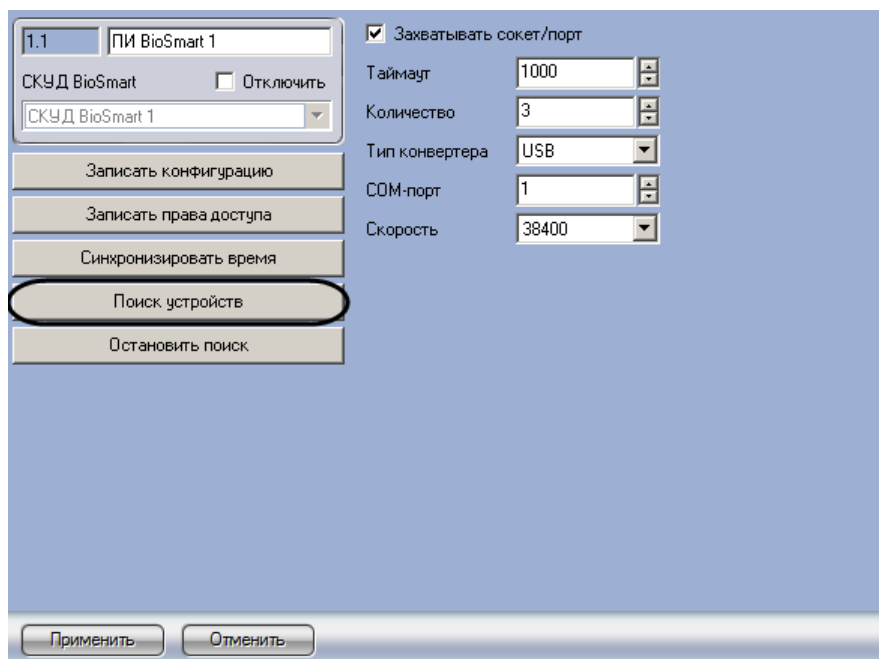

Рис. 3.4—1 Построение дерева объектов
1. Перейти на панель настроек объекта **ПИ BioSmart**, соответствующего преобразователю интерфейсов, через который к Серверу подключены контроллеры *BioSmart* (Рис. 3.4—1).
2. Нажать на кнопку **Поиск устройств** (см. Рис. 3.4—1).